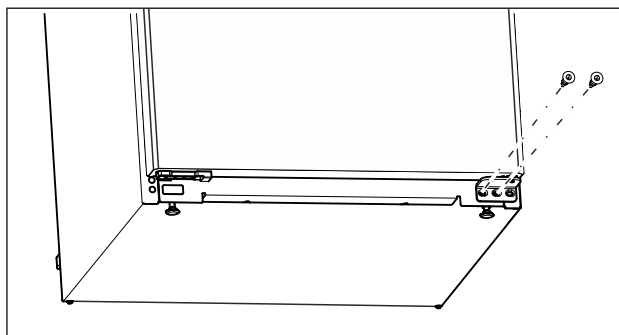

Fig. 14
- ▶ Skru den midterste skruer på det nederste hængsel af med en Torx 20-skruetrækker. (se Fig. 14)
- ▶ Skru den inderste skruer på det nederste hængsel af med en Torx 20-skruetrækker. (se Fig. 14)